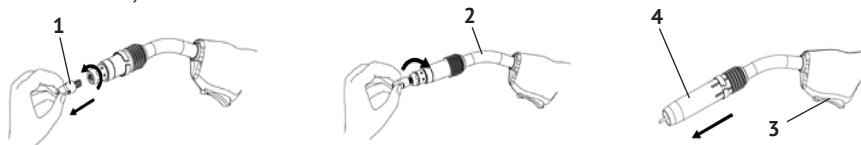

рис. 5
- нажать клавишу (рис.5 поз.3) и удерживать её до выхода проволоки из держателя наконечника (вылет проволоки – 10-15 мм, при меньшем вылете – увеличить, нажав на клавишу, при большем – отрезать лишнюю проволоку);